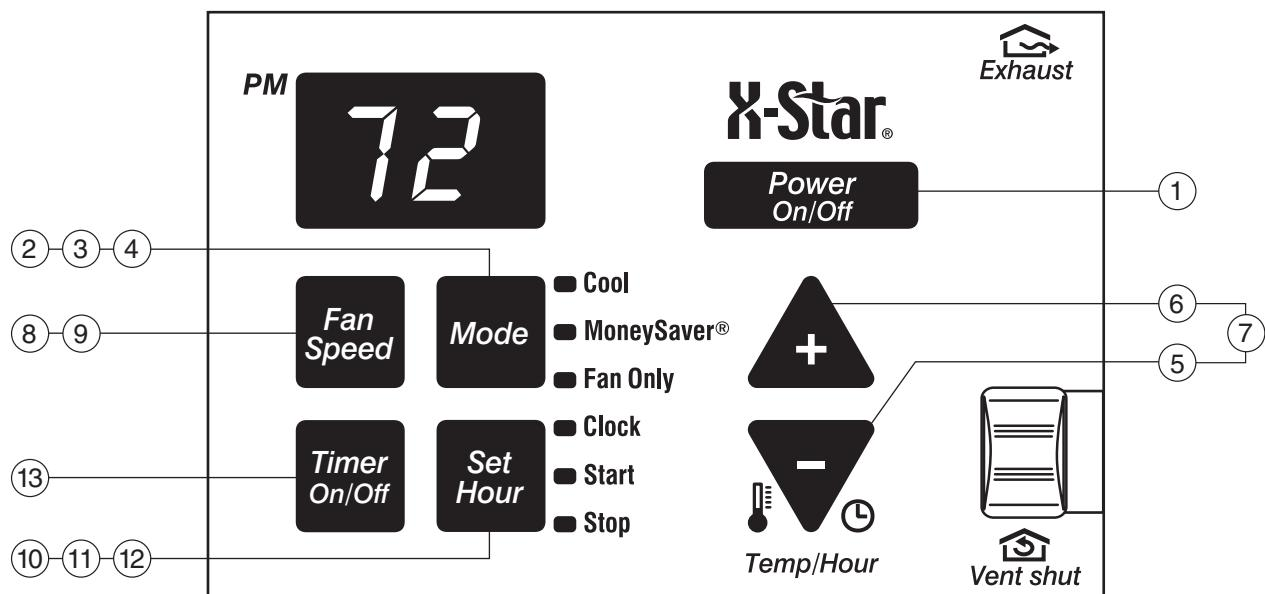

Figure 3
- ② COOL (refroidissement) - Appuyer sur la touche COOL pour passer automatiquement en mode de refroidissement.
- ③ FAN ONLY (ventilateur seulement) - Appuyer sur la touche FAN ONLY pour ne faire fonctionner que le ventilateur. Il est possible d'utiliser cette fonction avec la fonction air frais / évacuation (FRESH AIR/ EXHAUST) pour amener de l'air frais dans la pièce ou faire sortir de l'air vicié. La fonction de refoulement (EXHAUST) est située dans le coin supérieur droit du centre de commande électronique du climatiseur). Voir la page 22, Figure 3.
- ④ MoneySaver® (économie) - Appuyer sur la touche MoneySaver® pour activer la fonction MoneySaver®. MoneySaver® est une fonction qui fait fonctionner le ventilateur uniquement en même temps que le compresseur, pour éviter le fonctionnement continu du ventilateur.